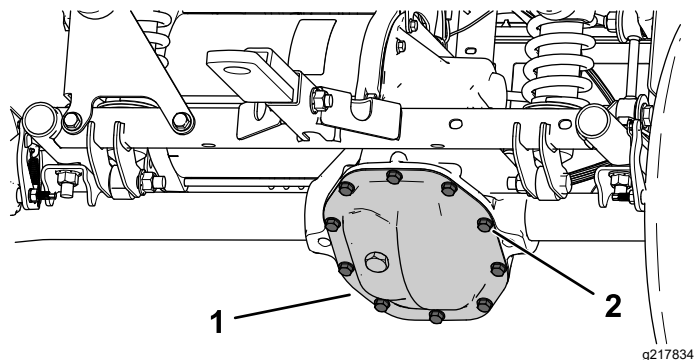

Figura 54
1. Allineate una bacinella di spurgo sotto la protezione del transaxle (Figura 54).
2. Rimuovete i bulloni dalla protezione del transaxle e spurgate completamente il fluido (Figura 54).